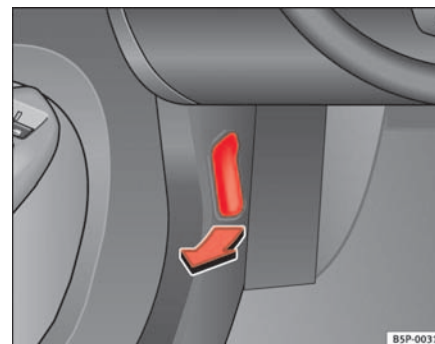

Fig. 158 Pormenor da zona dos pés do lado do condutor: alavanca para a destrancagem do capot.
- Puxar a alavanca que se encontra debaixo do painel de instrumentos ⇒ **página 219, fig. 158** no sentido indicado pela seta. O capot fica destrancado pela acção da mola ⇒ .